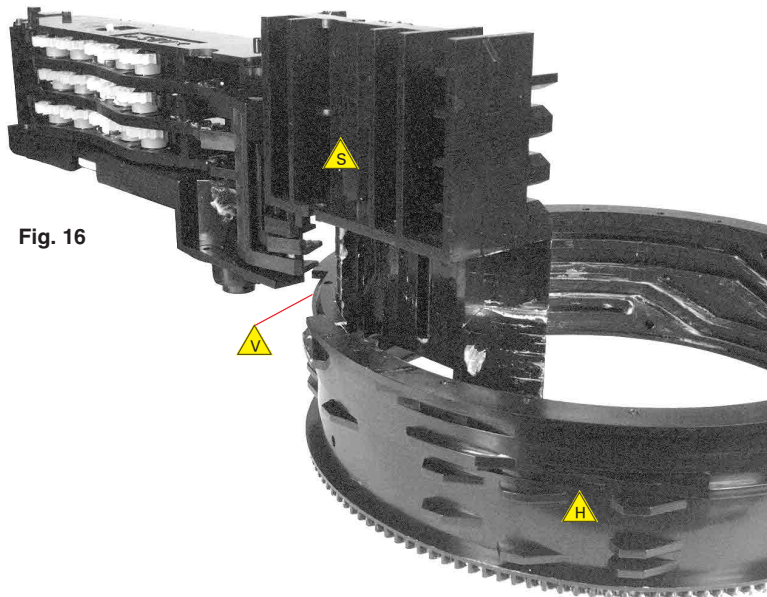

Fig. 16
- Steuerrad und Seitenteil trennen: Steuerrad so drehen, dass die Steuerhebel an der Aussparung  am oberen Rand des Steuerrades vorbeigeführt werden können (Fig. 16).
- Separate cam wheel and side part: Turn the cam wheel so that the tray levers can be moved through gap  at the upper border of the cam wheel (Fig. 16).